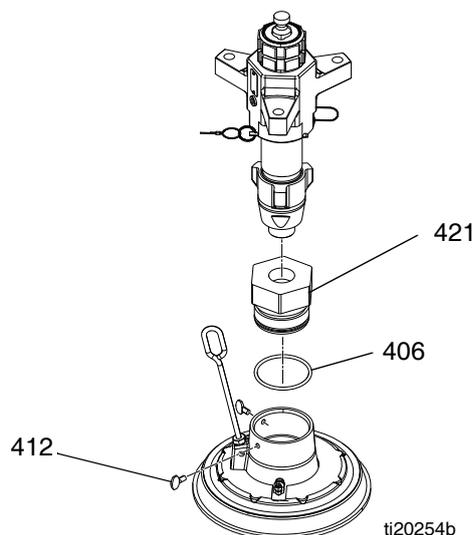

FIG. 15
1. Applicare del grasso sull'o-ring (406), poi installare l'anello di tenuta sull'adattatore della piastra (421). Vedere FIG. 15.
2. Applicare il sigillante per flessibili alle filettature di ingresso della pompa, quindi inserire sull'adattatore (421).
3. Allentare le viti zigrinate (412) e abbassare con cautela la pompa sulla piastra.
4. Serrare le viti zigrinate (412) per fissare la piastra all'adattatore.